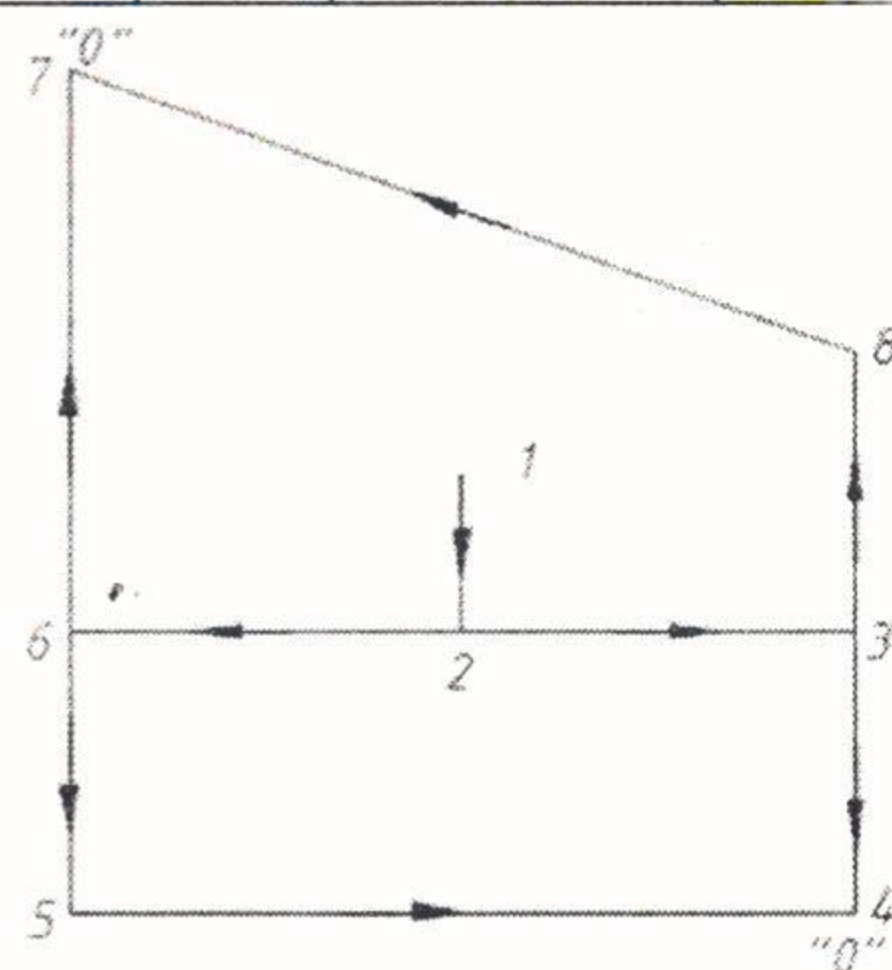

Рисунок 1
2. Определите расход газа (путевой, эквивалентный, транзитный, расчетный) на участках кольцевой сети (рис. 1), если (табл. 2): этажность застройки на территории газоснабжения 1, 4 этажей; расход газа через пункт редуцирования $Q_{\text{прг}}=4200 \text{ м}^3/\text{ч}$.